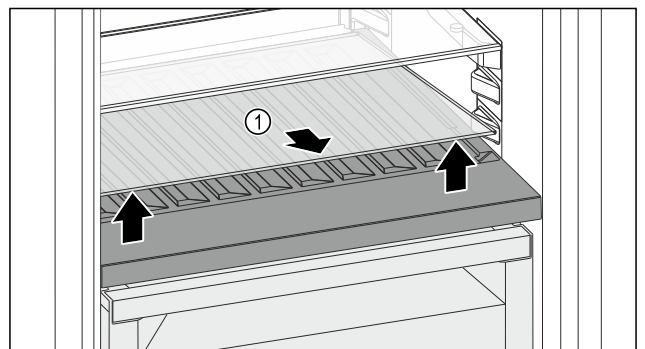

Fig. 116
- ▶ Podignite staklenu ploču Fig. 116 (1) na otvoru sprijeda i izvadite je.
- ▶ Čuvajte staklenu ploču Fig. 116 (1) na sigurnom izvan uređaja.